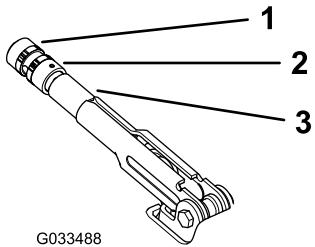

Figure 59
2. Desserrez la vis qui fixe le bouton sur le levier du frein de stationnement (Figure 59).
3. Tournez le bouton (Figure 59) jusqu'à ce qu'une force de 20 à 22 kg (45 à 50 lb) soit nécessaire pour actionner le levier.
4. Resserrez la vis pour terminer (Figure 59).